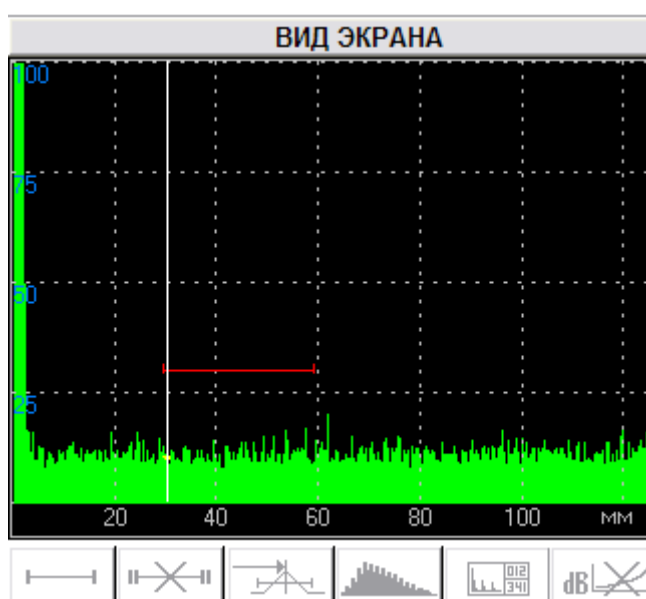

Рисунок 20
- «Вид экрана» - содержит цветной аналог экрана дефектоскопа. Отображается УЗ сигнал, горизонтальная и вертикальная разметки экрана, стробы, измерительный курсор и меню пиктограмм в момент записи кадра (рисунок 20). Поддерживается два режима отображения – ОБЗОР и ЛУПА. Кадр, сохраненный в режиме ПОИСК, отображается в режиме ОБЗОР (данные режимы отличаются только размером отображаемой горизонтальной развертки).